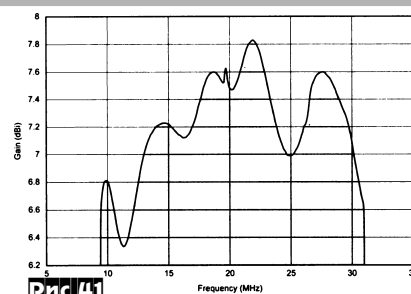

Рис.41
(LPA), оптимизировав их для радиолюбительских диапазонов от 14 до 30 МГц и от 10 до 30 МГц с помощью программ NEC-WIRES, NEC2 и NEC-Win Plus (файлы проекта антенны для этих программ можно скачать на сайте автора: <http://www.realhamradio.com>). Согласно расчетов и оптимизации были построены 13 элементная (14-30 МГц) и 15 элем. (10-30 МГц) антенны с усилением (G) и отношением излучения вперед/назад (F/B), сравнимым с 3-элементными однодиапазонными Яги. На рис.41 и 42 представлены частотные